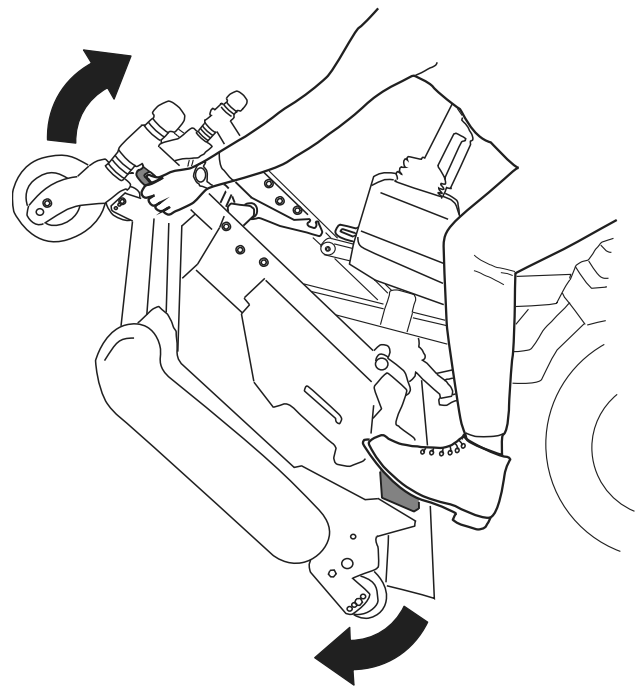
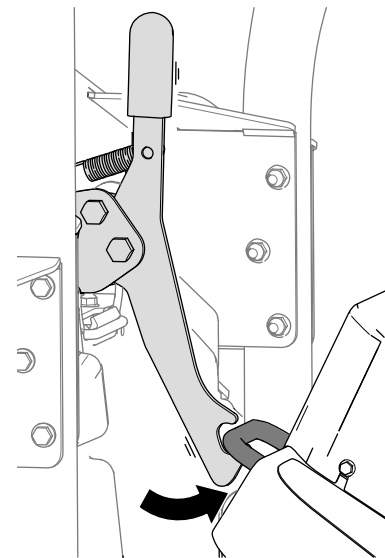
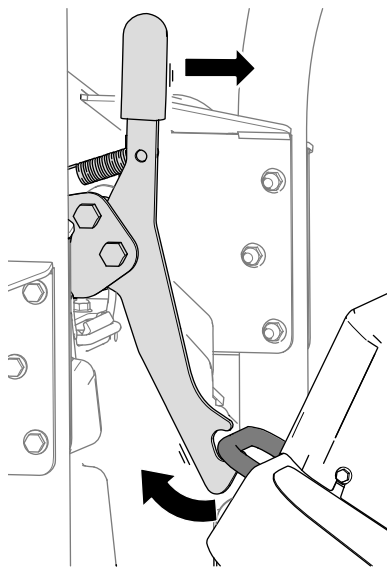

Figura 35
Figura 36
Figura 37
5. Ruotate l'apparato di taglio (Figura 35) in modo tale che il fermo si inserisca nella staffa di ancoraggio (Figura 36).
1. Rilasciate il fermo dell'apparato di taglio dalla staffa di ancoraggio (Figura 37) ruotando l'apparato di taglio leggermente in avanti (fate riferimento a Figura 35) e spingendo la maniglia del fermo in avanti.